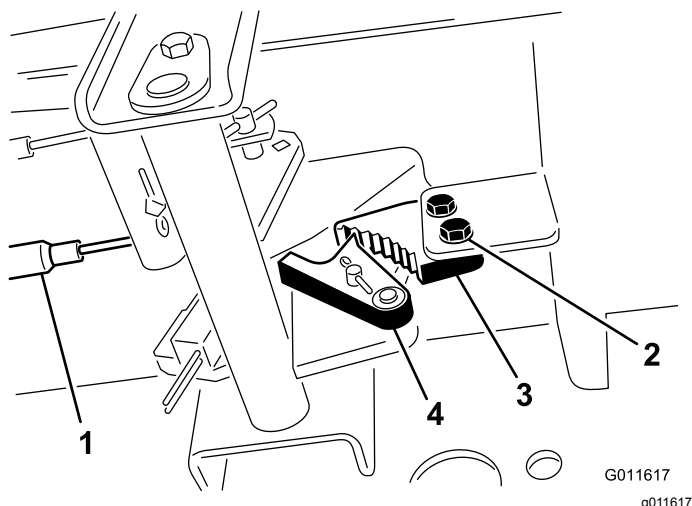

Рисунок 44
1. Ослабьте два винта крепления защелки стояночного тормоза к раме (**Рисунок 44**).
2. Нажимайте педаль тормоза вперед, пока углубление тормоза не войдет полностью в зацепление с защелкой тормоза (**Рисунок 44**).